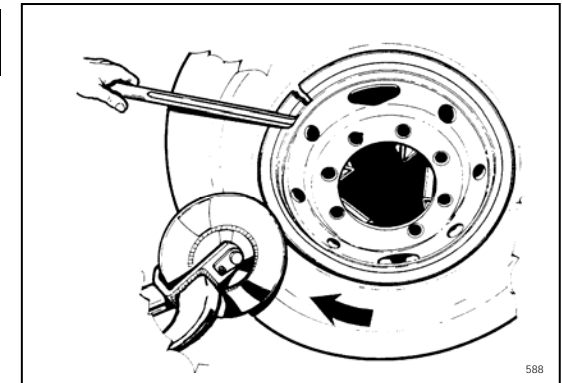

Fig.40
4. Engage one edge of the lock ring in its seat and complete the mounting process with the bead breaker disc. In the initial mounting phase hold the rim edge in its seat with a bar (Fig.40).
4. Engager une extrémité de la bague élastique dans son logement et terminer le montage à l'aide du disque détalonneur. Pendant la phase initiale du montage, retenir l'extrémité de la bague élastique dans son siège à l'aide d'un levier (Fig.40).
4. Ein Ende des Sprengrings in die Rille einlegen und die Montage mit Hilfe der Abdrückscheibe zu Ende führen. In der Anfangsphase das Sprengringende mit einem Hebel in der Rille halten (Abb.40).